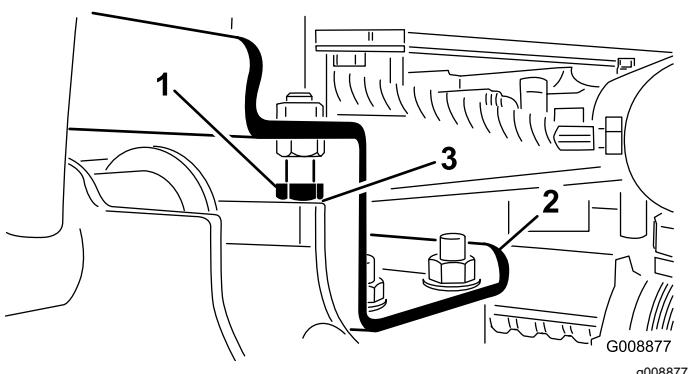

図12
A. ストップボルトを戻す図12。
2. 各昇降アームとストップボルトとの隙間が0.131.02 mmの間にあるかどうか点検する(図12)。この範囲になければストップボルトを調整する。